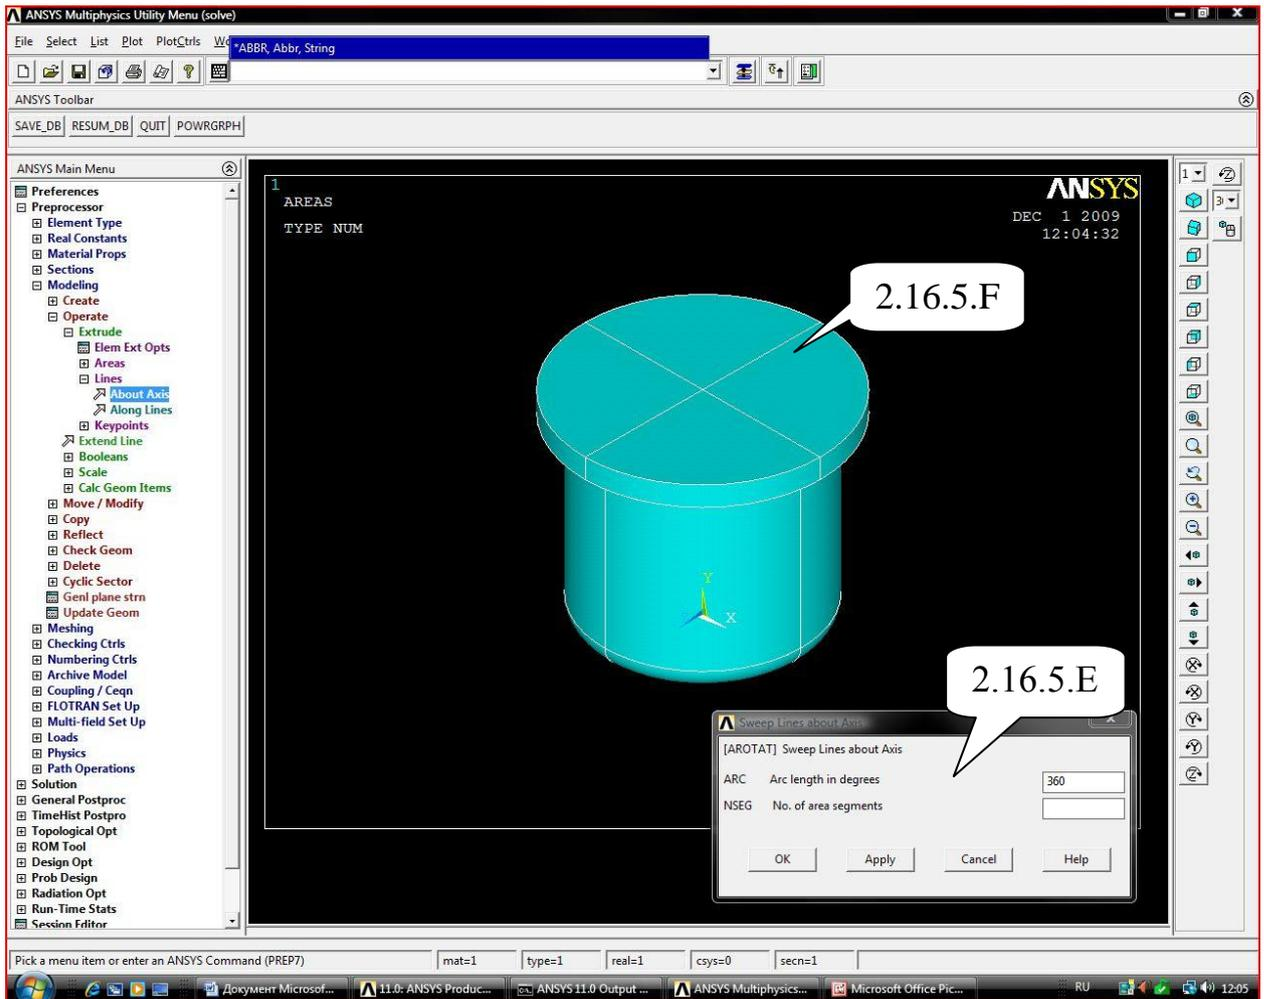

Рисунок 1.15 – Поверхность вращения
2.16.5 Создать поверхность вращением линий (рисунок 1.15):